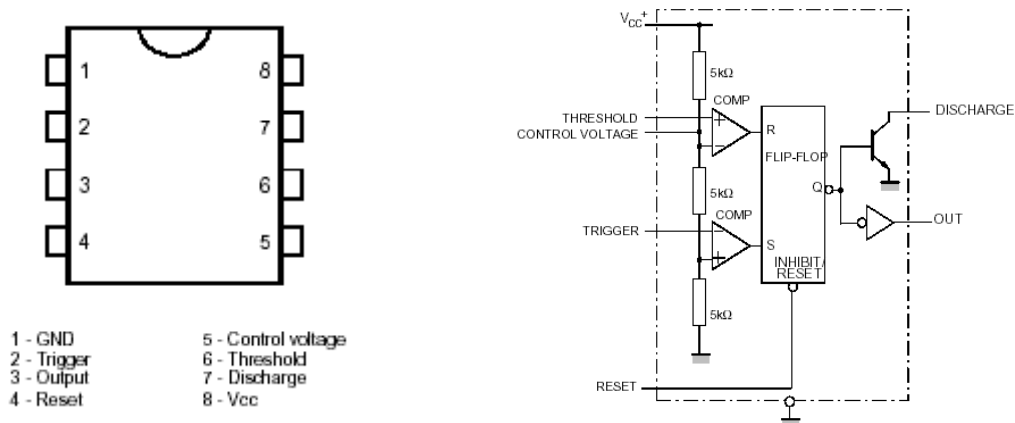

Figure 1: schéma de principe du NE555
Le NE555 est un circuit couramment utilisé lorsqu'il est nécessaire de réaliser un astable ou un monostable. Son brochage ainsi que son schéma de principe sont donnés à la figure 1.
- Tracer l'évolution en fonction du temps de la tension aux bornes de C1 et de la tension sur la patte de sortie du circuit. Donner pour les différentes phases de fonctionnement l'état (bloqué ou saturé) du transistor relié à la patte "discharge" (cf figure 1).